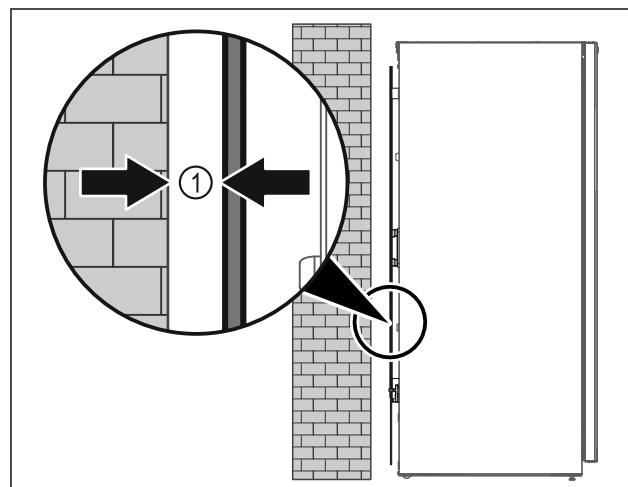

Fig. 6
- Zariadenie inštalujte voľne v priestore alebo priamo na stenu v minimálnej vzdialosti 5 mm Fig. 6 (1).